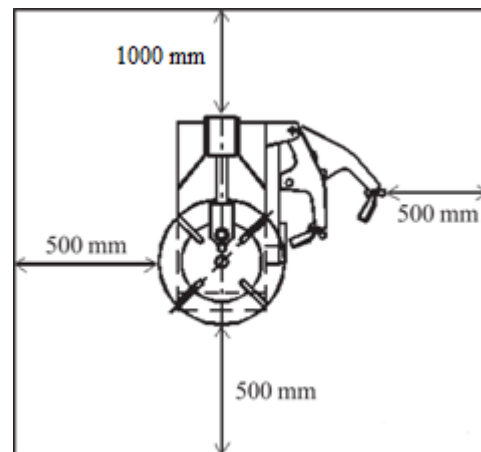
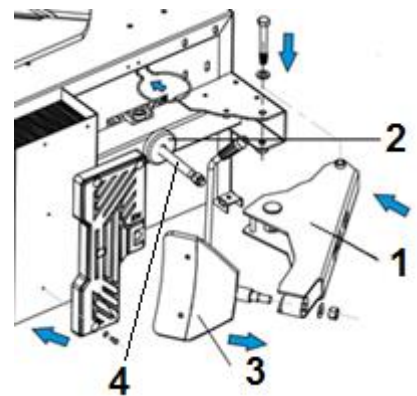

Fig. 3
Fig. 9
- De hielbrekerarm (1, fig.9) is al gemonteerd.
- Draai de moer die op de zuigerstang (4, fig.9) los.
- Trek de hielbrekerarm (1, fig.9) helemaal naar buiten, zodat de zuigerstang (4, fig.9) helemaal vrijkomt.
- Plaats de rubberen stop (2, fig.3) over de zuigerstang tegen de machine en plaats vervolgens de zuigerstang weer terug door de hielbrekerarm (1, fig.9). Draai vervolgens de moer vast met een luchtboor.
- Plaats nu het hielbrekerblad (3, fig.9) en zet dit stevig vast met de ring en moer.